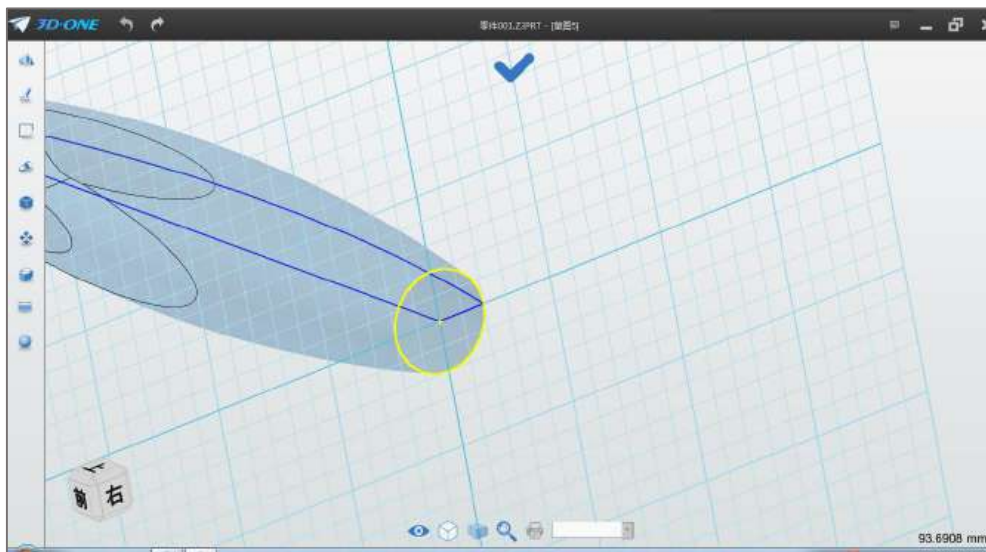

图 2-2
Step 2 点击圆面边线，提取轮廓线，如下图 2-2 所示：